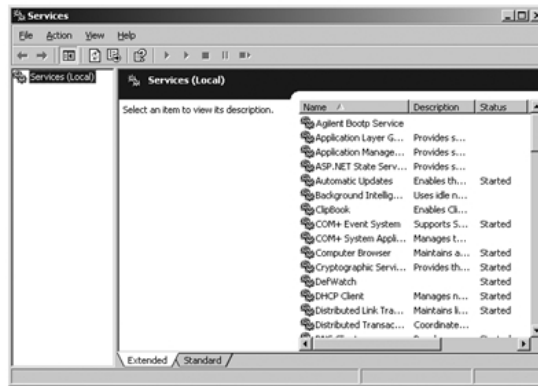

图 54 Windows 服务屏幕
- 1 从 Windows 控制面板中选择 “管理工具” > “服务”。将显示 “服务” 屏幕，请参见 “第 281 页的图 54”。